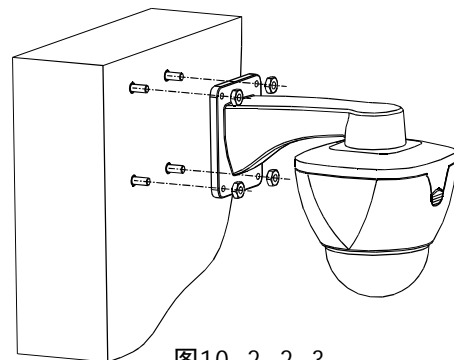

图10.2.2-3
4. 请将图中用序号标出的①处用密封胶涂抹，以防止雨水渗入支架内损坏球机。如图10.2.2-4所示
①为壁挂支架与墙接触面的四周；